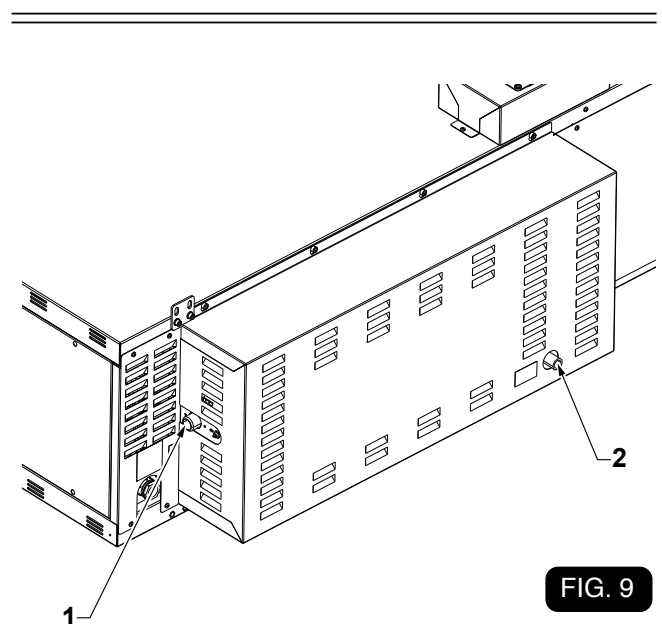

FIG. 9
- Den Kamin (3) mit einem 120-mm-Rohr an einem Rauchabzugsrohr anschließen.
3.5.b - Wasseranschluss (nur für Dampfkessel) (Abb. 9)